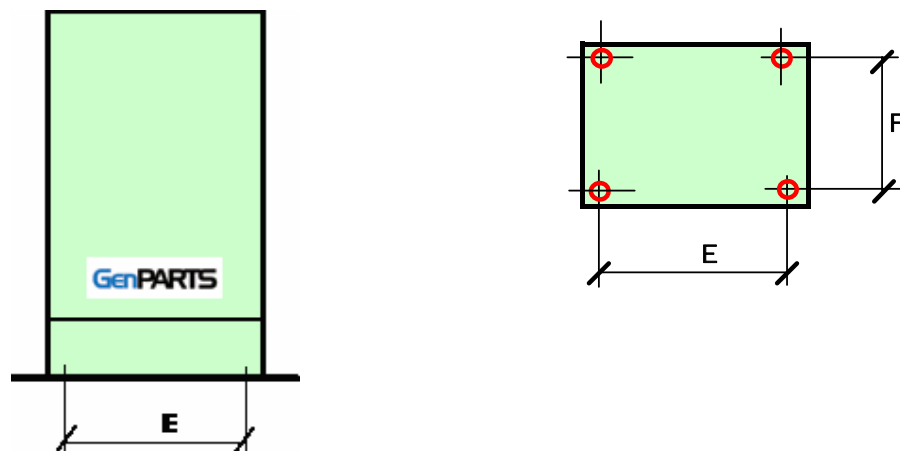

figura 2
- Armario colocado en el suelo y equipado con un zócalo de 200 mm de altura (figura 2).